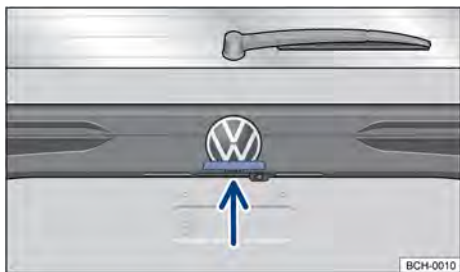

Fig. 57 Na tampa traseira: botão para abrir a tampa traseira.
- Para abrir a tampa traseira pressionar o botão → Fig. 57 e erguer a tampa traseira.